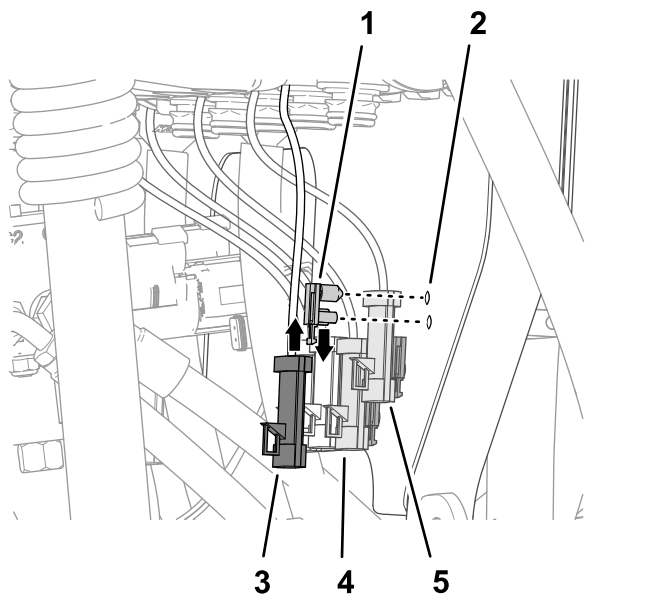

図 113
1. コネクタアンカー用押し込みファスナーをバルブマウント穴に取り付ける 図 113。